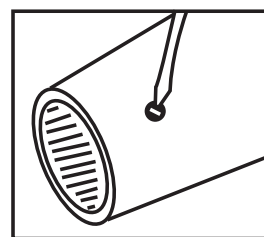

Fig. 7
4. **Enlevez le couvre-balais avec un tournevis pour procéder à la vérification et au remplacement.** Remplacez les balais trop usés par une nouvelle paire. Laissez le moteur tourner au ralenti pendant 10 minutes (Fig. 7).